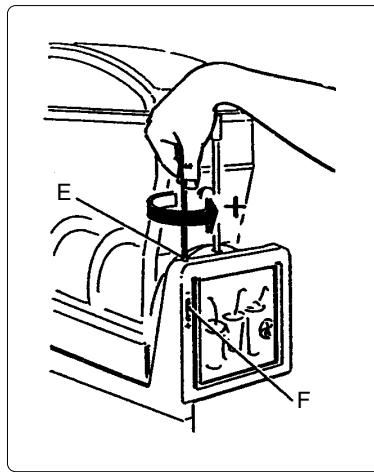

Abb. 9
- b) Einstellung der Konsistenz: zur Änderungen der Konsistenz des Produkts die Schraube (E) auf der Rückseite der Maschine einstellen (Abb. 9); durch Drehen in Uhrzeigerrichtung wird das wenig dicht, durch Drehen in Gegenuhzeigerrichtung wird es fester. Die Anzeige (F) zeigt den Grad der Konsistenz des Produkts an.